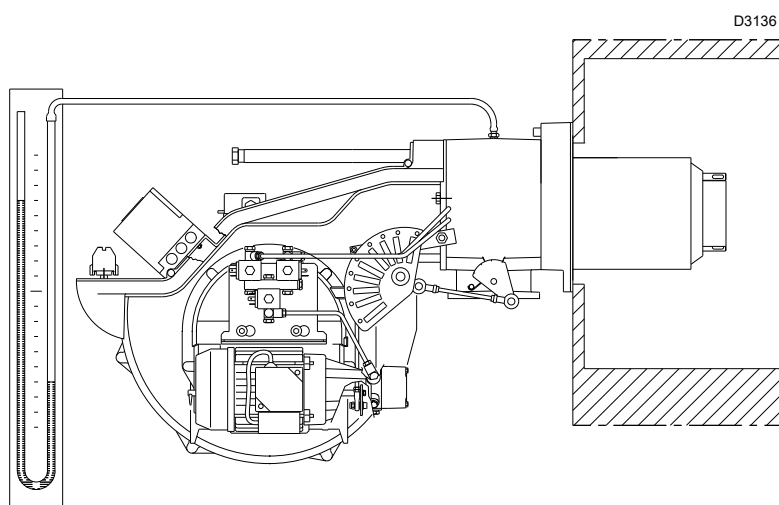

Fig. 33
- Montare un manometro a U o un manometro di tipo differenziale (Fig. 33), con presa (+) sulla pressione del gas del manicotto e (-) in camera di combustione.
L'arrivo del gas al manicotto è evidenziato dal manometro ad U (Fig. 33).
A titolo orientativo può essere ricavata dalla Tab. K a pag. 27, basta leggere la pressione del gas sul manometro a U, vedi Fig. 33 a pag. 32, e seguire le indicazioni.